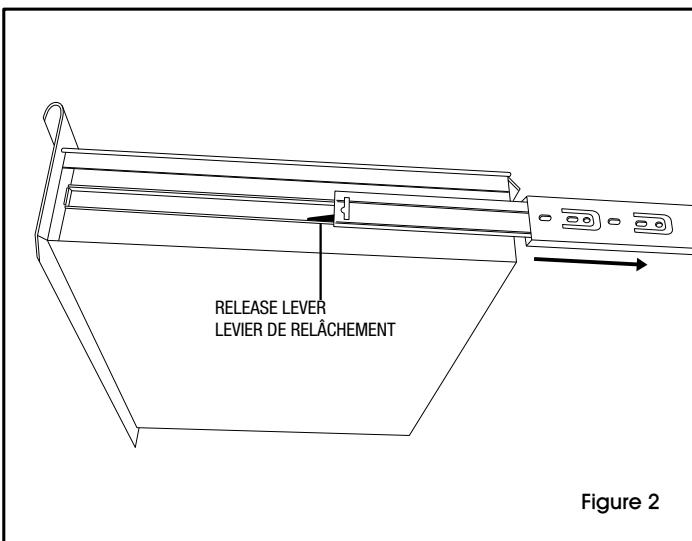

Figure 2
1. Remove drawer slides from the outsides of the drawer. Press the drawer slide release lever to remove slides completely. (See Figure 2)
Retirer les glissières de tiroir de l'extérieur du tiroir. Appuyez sur le levier de relâchement pour retirer les glissières complètement. (Voir la figure 2)